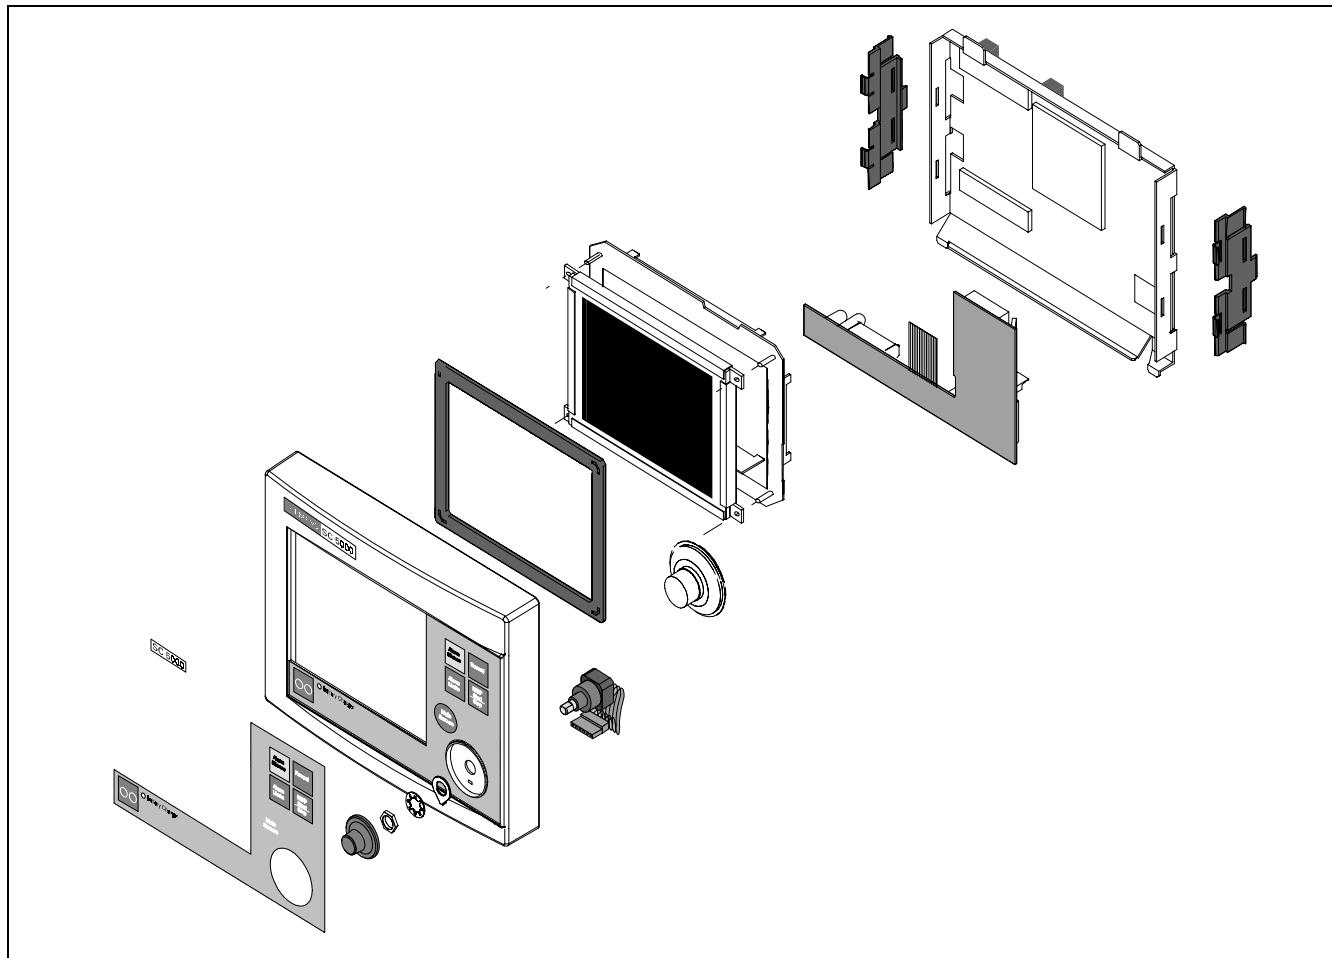

Abbildung 3-19 SC 5000: Komponenten und Baugruppen der Fronteinheit
- 3) Heben Sie die CPU gerade und nur bis über die Kante des Rückteils heraus, und winkeln Sie die Unterseite dann an, wie in Abbildung 3-19 dargestellt, um Zugang zu den Kabelsteckern der Hauptleiterplatte zu erhalten.